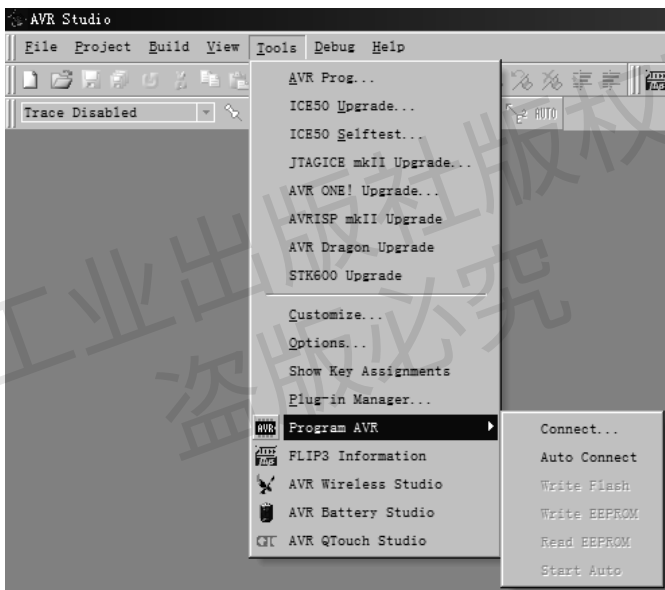

图 1-23 AVR Studio Tools 菜单
(2) 单击 Tools 菜单中的 Program AVR 选项，如图 1-23 所示。